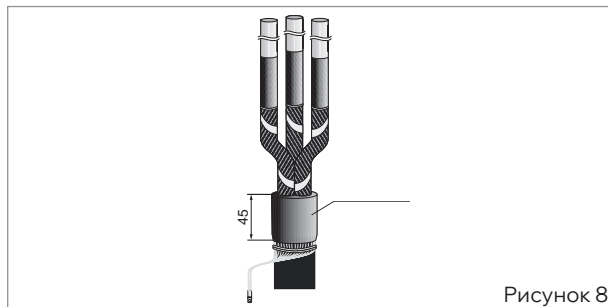

Рисунок 8
- Произвести герметизацию экрана на оболочке кабеля, выполнив намотку из 2–3 витков ленты герметика (рис. 8а).
- Надвинуть трекингостойкую трубку таким образом, чтобы ее конец совпадал с краем цилиндрической части наконечника, и произвести усадку с помощью горелки, начиная от наконечника (рис. 8б).
■ Произвести герметизацию экрана на оболочке кабеля, выполнив намотку из 2–3 витков ленты герметика на длине 45 мм от среза оболочки (рис. 8).